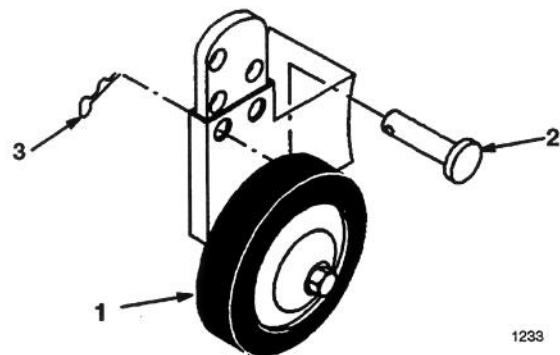

Figure 22
2. Enlever la goupille fendue et l'axe pour changer de trou (Fig. 22).